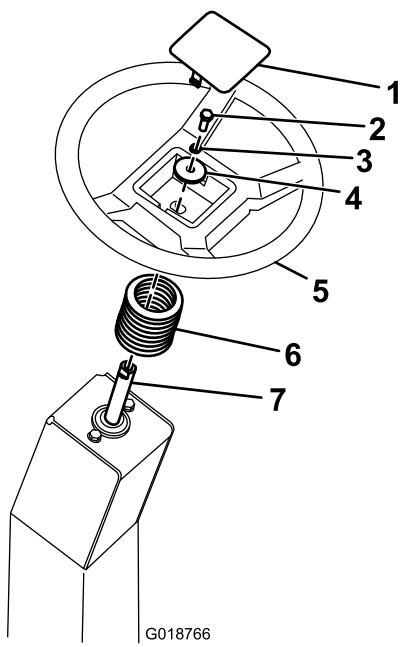

Рисунок 5
- Надвиньте крышку рулевого вала на вал (Рисунок 5).